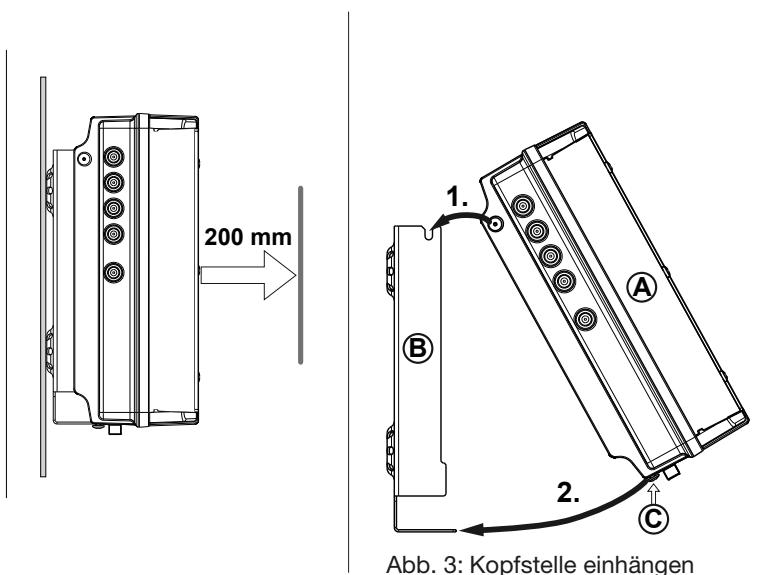

Abb. 3: Kopfstelle einhängen
1. Montieren Sie den Wandhalter waagerecht an der Montagefläche; siehe ⑧ in Abb. 3. Beachten Sie dabei:
2. Hängen Sie die Kopfstelle ④ in den Wandhalter ⑧ ein; siehe Abb. 3.
3. Ziehen Sie die Schraube ⑨ fest.